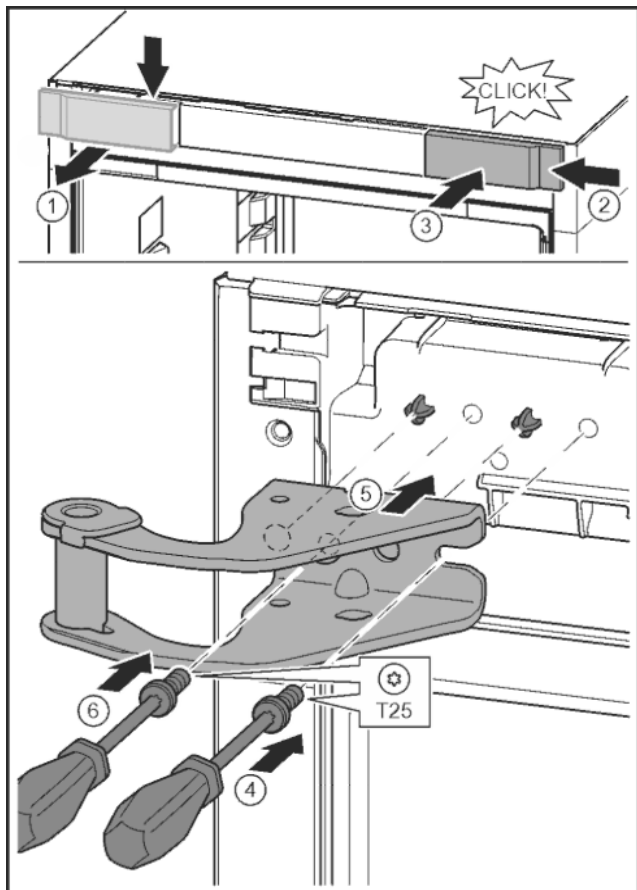

Fig. 9
- ▶ Libérer le cache et le retirer latéralement. Fig. 9 (1)
- ▶ Accrocher le cache tourné de 180° de l'autre côté à droite. Fig. 9 (2)
- ▶ Enfoncer le cache. Fig. 9 (3)
- ▶ Mettre en place la vis avec un tournevis T25. Fig. 9 (4)
- ▶ Mettre en place le support de palier supérieur. Fig. 9 (5)
- ▶ Serrer la vis. Fig. 9 (4)
- ▶ Mettre en place la vis avec un tournevis T25 et la serrer. Fig. 9 (6)